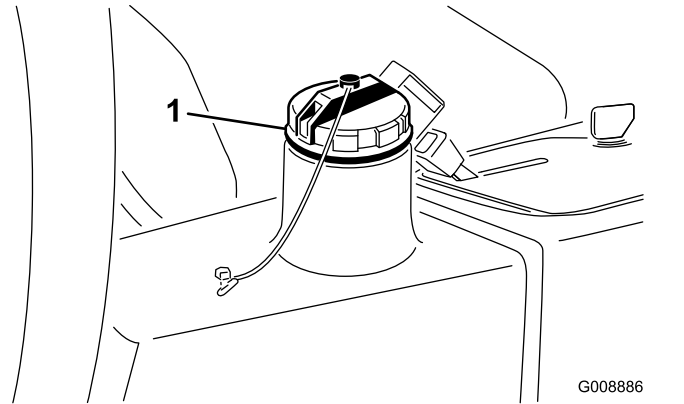

Bild 76
4. Füllen Sie den Behälter (Bild 76) mit ca. 13,2 Liter Hydrauliköl, siehe Prüfen der Hydraulikanlage \(Seite 32\).